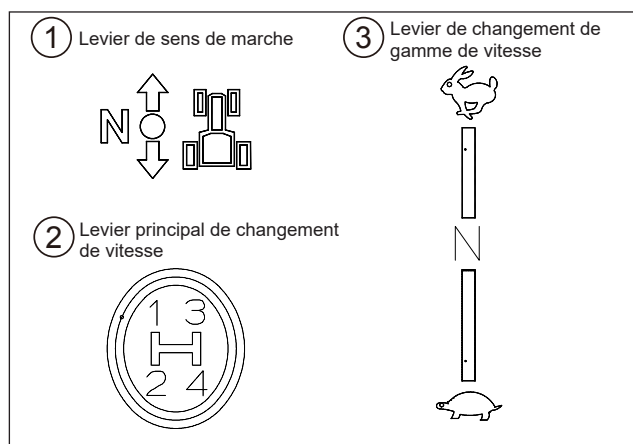

FIG. 63
FIG. 63 : le levier de marche avant/arrière (1), le levier principal de changement de vitesse (2) et le levier de changement de gamme de vitesses (3) peuvent être changés lorsque le tracteur est arrêté.